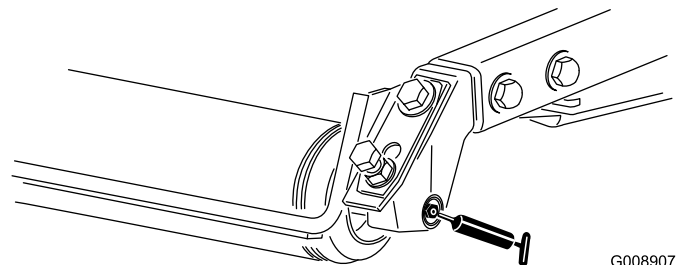

Figura 38
- Cojinetes de los rodillos traseros (2 por unidad de corte) (Figura 38)